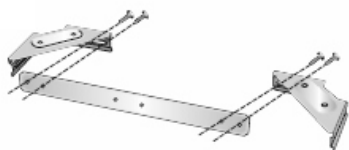

Рис.7
4. **Расположите кольцевую прокладку** на выходе воздуха в аппарате, слегка нажав на нее (рис. 7).